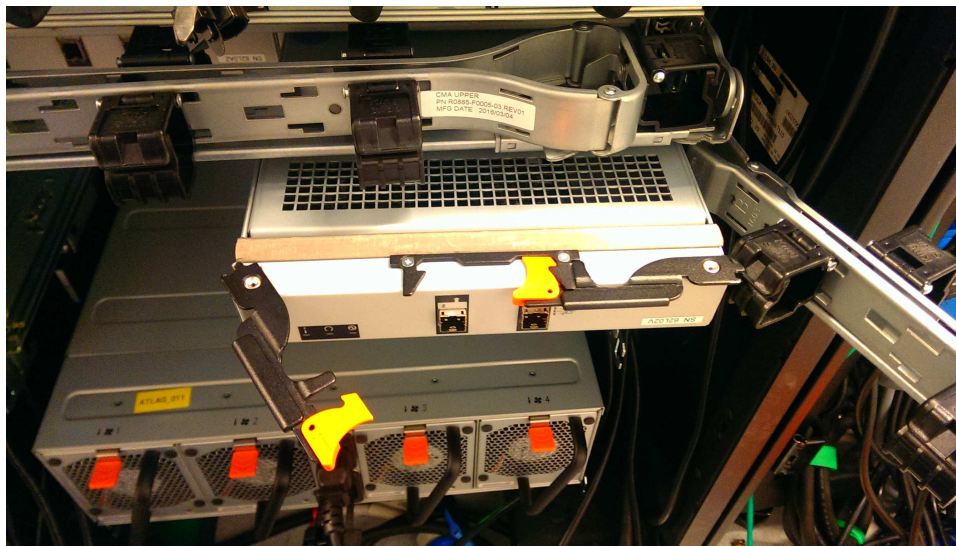

Рисунок 63. Установка кейса расширения
1. Открепите и отодвиньте кабельный кронштейн в сторону (см. рис. 63 на стр. 74). См. процедуру в разделе “Перемещение кабельных кронштейнов” на стр. 77.
4. Когда кейс расширения будет полностью вставлен, поверните каждую ручку внутрь, чтобы заблокировать его на месте (см. рис. 63 на стр. 74).